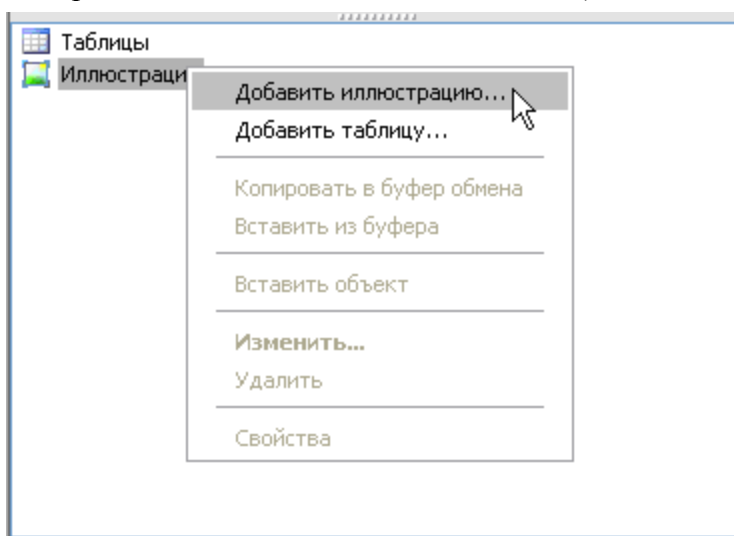

Рис. 13.28
2. В левом нижнем окне щелкните правой кнопкой мыши по названию объектов **Иллюстрации**. При этом появится контекстное меню (Рис. 13.28).